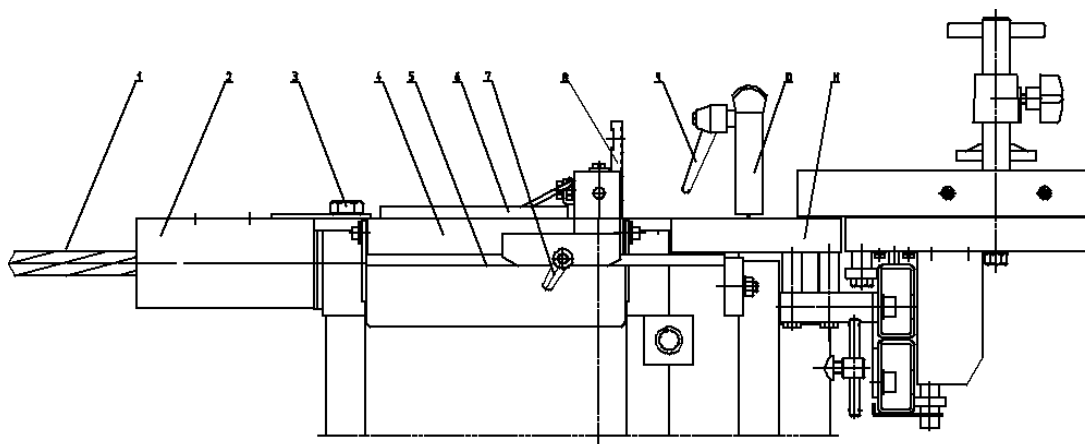

Рис.13
- Как показано на Рис.13, заблокируйте направляющую 8 фиксатором 7, крышку 6 закрепите на направляющей 8 и полностью закройте вал. Закрепите кожух 10 на ноже запорной планкой 9.
- Вставьте сверло 1 и закрепите запорным винтом. (Рис.13).
- Поставьте кожух 2 и закрепите винтом 3 (M8×12 см. Рис.13).